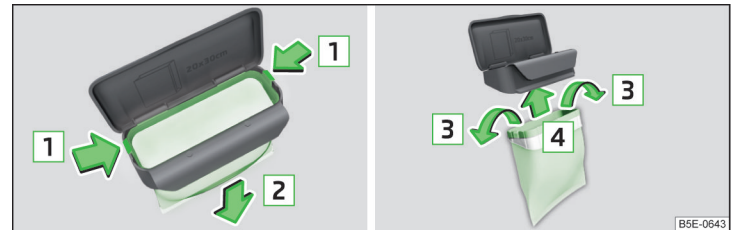

Abb. 84 **Beutel ersetzen**
- › Die beiden Rastnasen am Rahmen in Pfeilrichtung **1** abdrücken » Abb. 84.